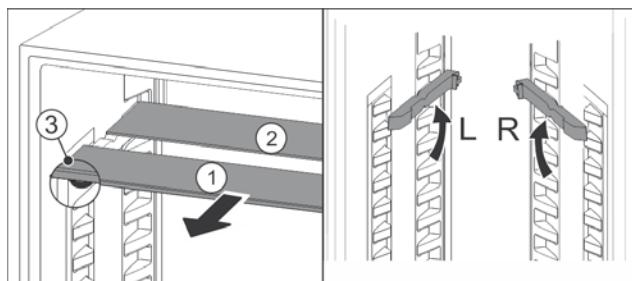

Fig. 74
- По одной извлеките Fig. 74 (1) стеклянные панели движением вперед.
- Стеклянная панель Fig. 74 (1) с декоративной планкой лежит спереди.
- Стопоры Fig. 74 (3) показывают вниз.